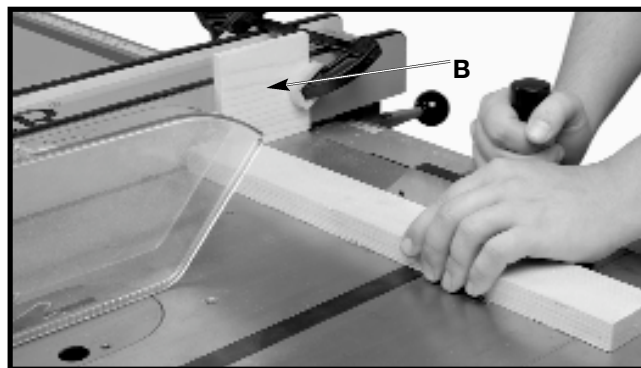

Fig. 45A
Cuando corte transversalmente un número de piezas de la misma longitud, puede fijar un bloque de madera (B), Fig. 45A, a la guía y utilizarlo como calibrador de corte. Es importante que este bloque de madera siempre esté ubicado delante de la hoja de la sierra como se muestra en la ilustración. Una vez determinada la longitud del corte, asegure la guía y utilice el calibrador de inglete para introducir el trabajo en el corte. Este bloque de madera permite que la pieza cortada se mueva libremente a lo largo de la superficie de la mesa sin quedar atascada entre la guía y la hoja de la sierra; de este modo, la posibilidad de retroceso y lesiones al operador es menor.
⚠ PRECAUCIÓN CUANDO UTILICE EL BLOQUE (B), FIG. 45A, COMO CALIBRADOR DE CORTE, ES MUY IMPORTANTE QUE EL EXTREMO POSTERIOR DEL BLOQUE ESTÉ UBICADO DE MODO QUE LIBERE LA PIEZA DE TRABAJO ANTES DE QUE ÉSTA ENTRE EN CONTACTO CON LA HOJA.